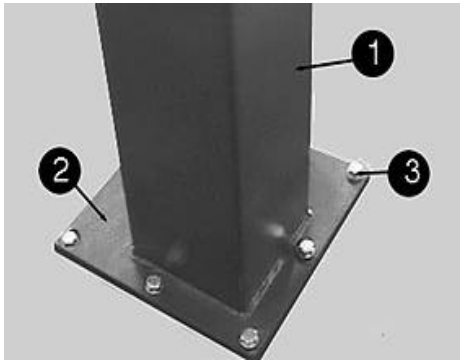

Bild 8: Verdübelung
- Löcher für die Dübelbefestigung durch die Bohrungen in den Grundplatten setzen. (Bild 8) Bohrlöcher durch Ausblasen mit Luft säubern. Sicherheitsdübel in die Bohrungen einführen.